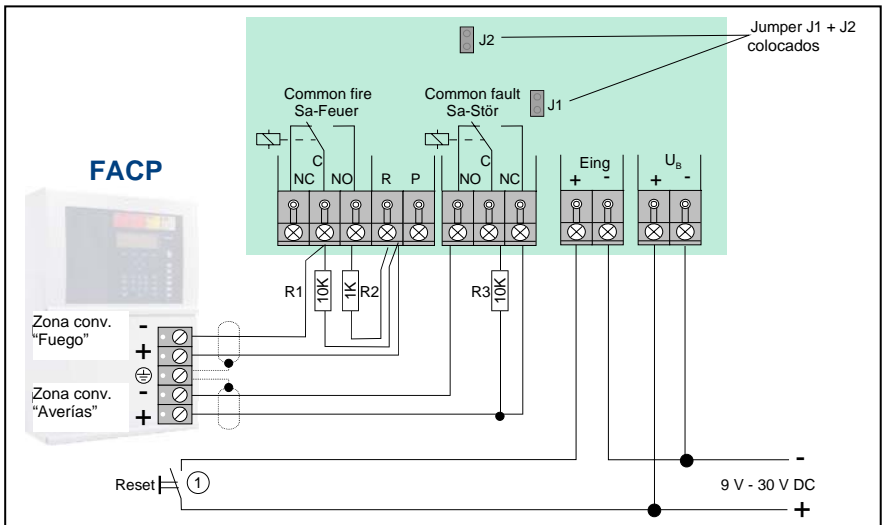

Fig. 7: Conexión de dos zonas de detección individuales para Fuego y averías (ejemplo)
El transponder vía radio **IQ8** se rearma a su estado normal cuando la tensión de la zona de detección "Fuego" permanece por debajo de 5V durante, como mínimo, 60ms (p. ej. rearmando la zona de incendio). La zona de detección también se puede rearmar a través del botón de rearme externo (véase el símbolo ①) o mediante un contacto de relé con tensión (9 a 30Vcc) conectado en Eing+ - (Véase Fig7). Para rearmar el equipo se debe aplicar una tensión de 9 a 30 Vcc durante, como mínimo, 1 segundo en la entrada (entrada Eing+/-) del transponder vía radio **IQ8**.
Se puede rearmar el transponder a través de un botón de rearme externo (véase el símbolo ① en el dibujo) o mediante un contacto de relé con tensión (9 a 30Vcc) conectado en Eing+ - (Véase Fig7). Para rearmar el equipo se debe aplicar una tensión de 9 a 30 Vcc durante, como mínimo, 1 segundo en la entrada (entrada Eing+/-) del transponder vía radio **IQ8**.